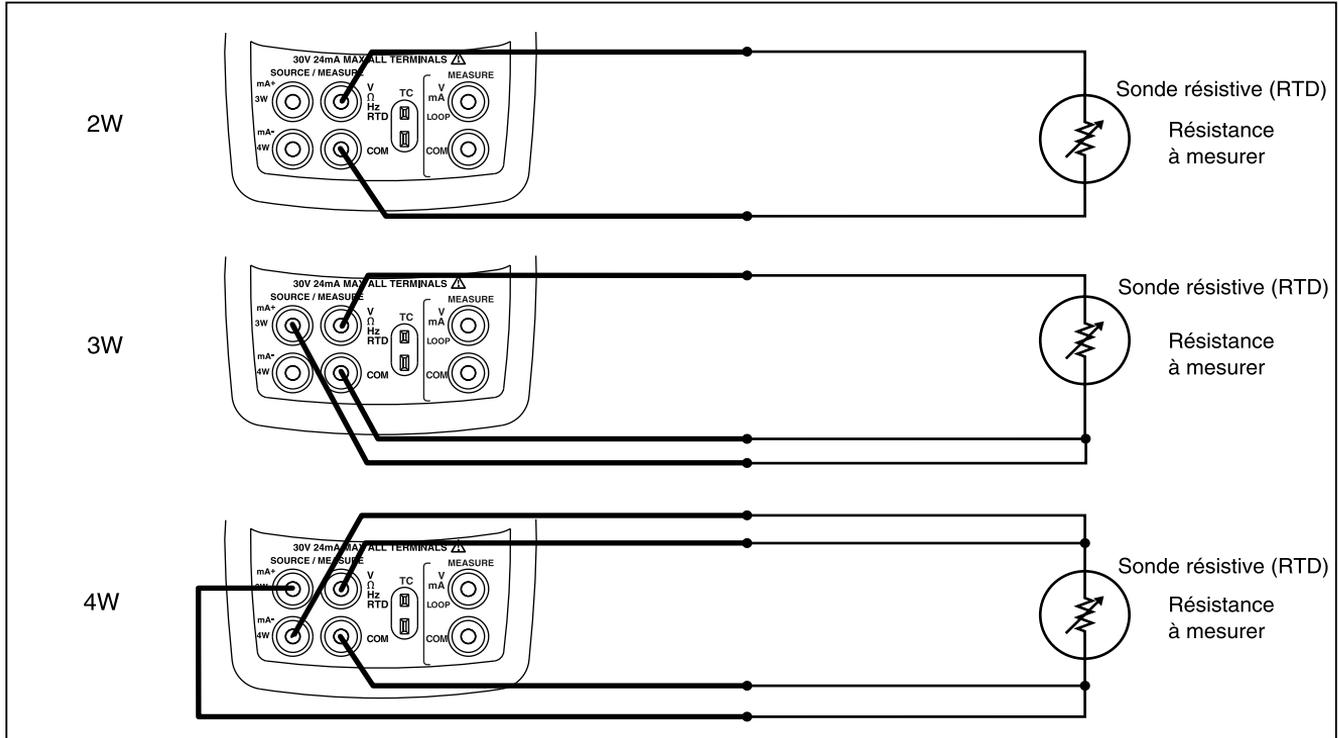

Figure 11. Mesure de température avec une sonde RTD, Mesure d'une résistance à 2, 3 et 4 fils
4. Branchez la sonde RTD sur les bornes d'entrée conformément à la figure 11.